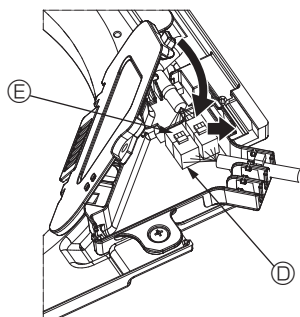

Fig. 6-10
- ③ Après avoir placé les fils de la boîte de raccordement, refermez le couvercle de cette boîte. Veillez à ne pas pincer les fils. (Fig. 6-10)